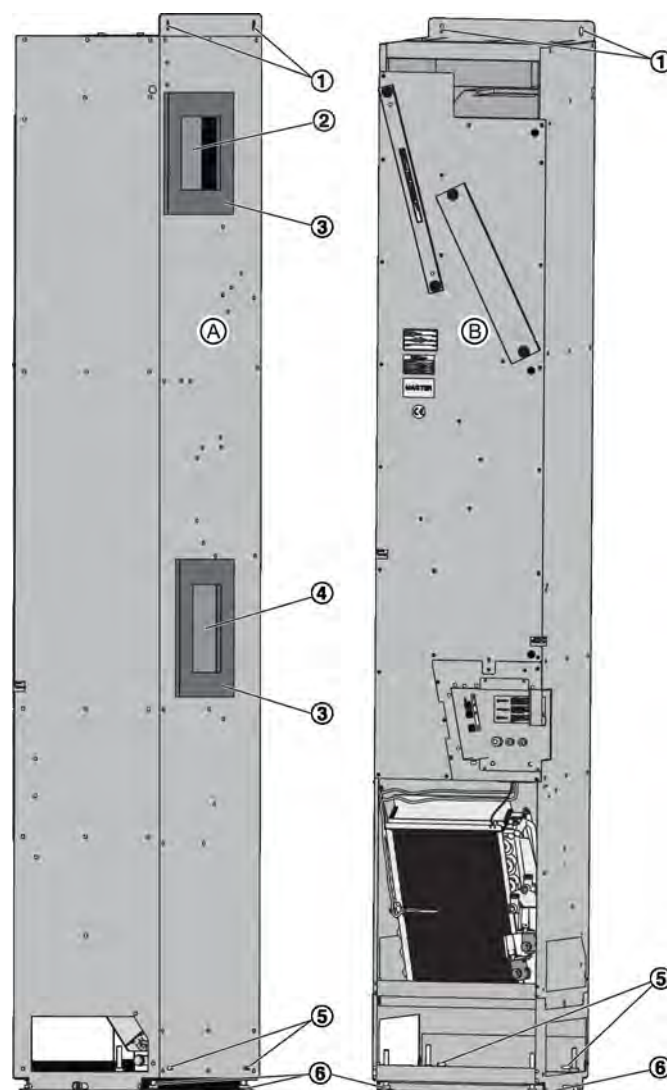

Abb. 8: Geräteaufstellung, Beispiel SCHOOLAIR-V
1. ▶ Lüftungsgerät mit der Fassadenseite (Abb. 8 /A) an die Fassade stellen. Die Luftöffnungen (Abb. 8 /2 und Abb. 8 /4) müssen dabei mit den Öffnungen in der Fassade übereinstimmen, ggf. mit Stellfüßen justieren.
2. ▶ Das Lüftungsgerät mit geeigneten Schrauben (Ø 6 mm) an den Befestigungslöchern (Abb. 8 /1 und Abb. 8 /5) mit der Fassade verschrauben.